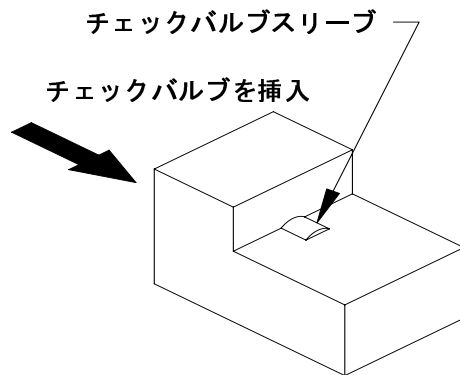

図. 24: スリーブ取り外しブロック
- c. 損傷しているチェックバルブスリーブを取り外します。ボールとスプリングも取り外します。チェックバルブをチェックバルブスリーブ取り外しブロック (図. 24) に挿入します。ブロックを押さえながら、またチェックバルブ頭部に圧力を加え、チェックバルブスリーブをかみそりで、取り外しブロックの面に対し10～15度の角度で薄く切り取ります。チェックバルブをブロックから取り外し、スリーブを剥くようにします。チェックバルブを取り外した後もバルブスリーブがガンブロックに残っている場合は、摘出器を使用してスリーブを取りのぞきます。装着したツール先端を洗浄ポートに挿入し、ガンブロックに器具を押し付けながら、時計回りに何回か回します。ガンブロックより器具を引き出し